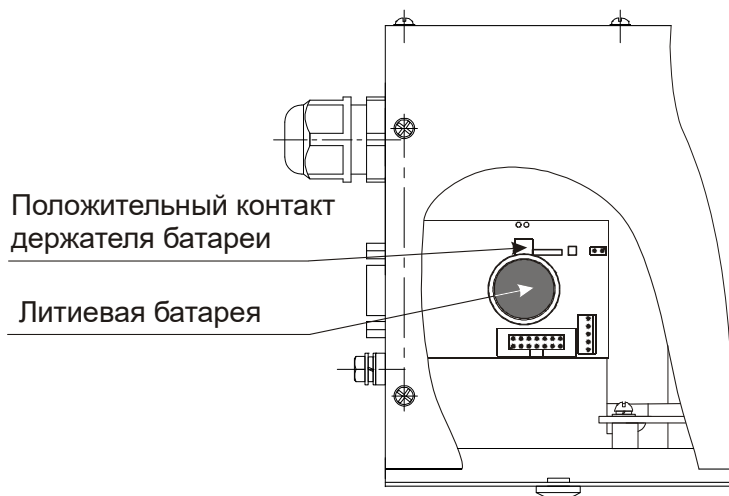

Рисунок 7– Расположение литиевой батареи
- нажав на положительный контакт держателя, вынуть литиевую батарею и заменить ее аналогичной, строго соблюдая полярность при установке (рисунок 7);